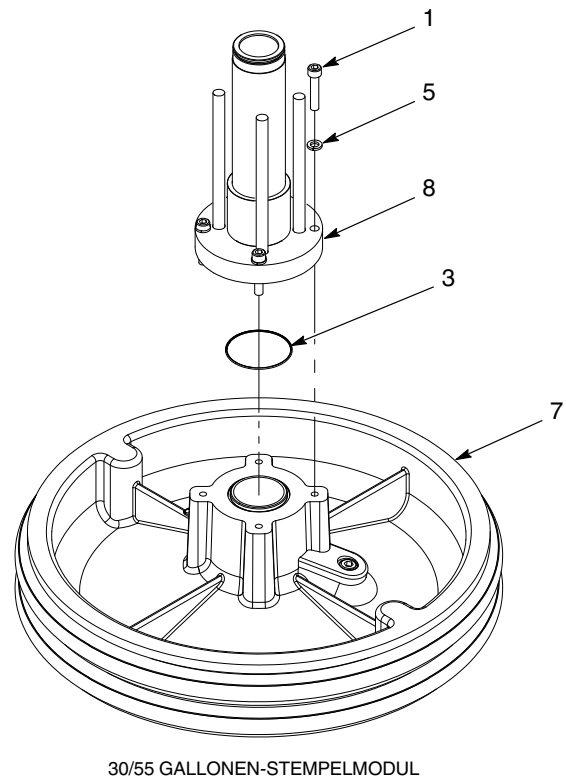

Abb. 7 Stempelmodul installieren
1. Siehe Abb. 7. Eine der folgenden Aktionen ausführen:
**5,8 Kubikzoll Hydraulikteile:** Den O-Ring (3) mit O-Ring-Gleitmittel einfetten und am Stempel (7) installieren.
**8,1 Kubikzoll Hydraulikteile:** Die Dichtung (2) am Stempel (7) installieren.
2. Den Stempel (7) am Hydraulikteil (8) mit den Schrauben (1), Unterlegscheiben (6), Sicherungsringen (5) und Muttern (4) installieren. Die Muttern mit 25-30 ft-lb. (34-40,5N•m) in der angegebenen Reihenfolge festziehen.
1. Siehe Abb. 7. Den O-Ring (3) mit O-Ring-Gleitmittel einfetten.
2. Den Stempel (7) am Hydraulikteil (8) mit den Schrauben (1) und Sicherungsringen (5) installieren. Die Schrauben mit 25-30 ft-lb. (34-40,5N•m) in der angegebenen Reihenfolge festziehen.